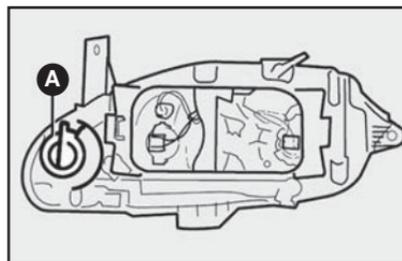

fig. 18
- 1) retirar el portalámparas **A-fig. 18** girando en sentido horario;